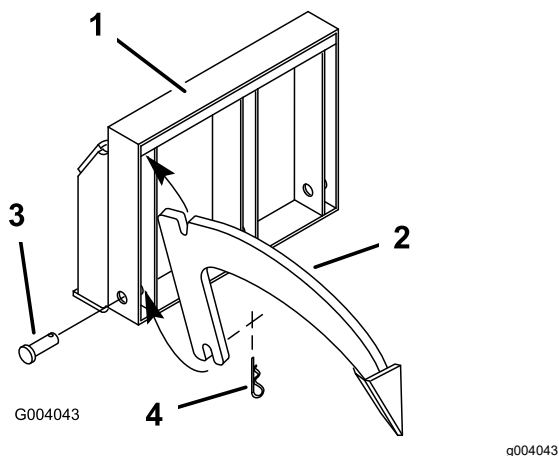

Figura 3
1. Deslice la ranura de la parte superior del accesorio en la barra superior en 1 de las 3 posiciones del accesorio (**Figura 3**).
2. Bascule la parte inferior del accesorio en el bastidor y fíjela con un pasador de horquilla (**Figura 3**).
3. Sujete el pasador con un pasador de horquilla (**Figura 3**).